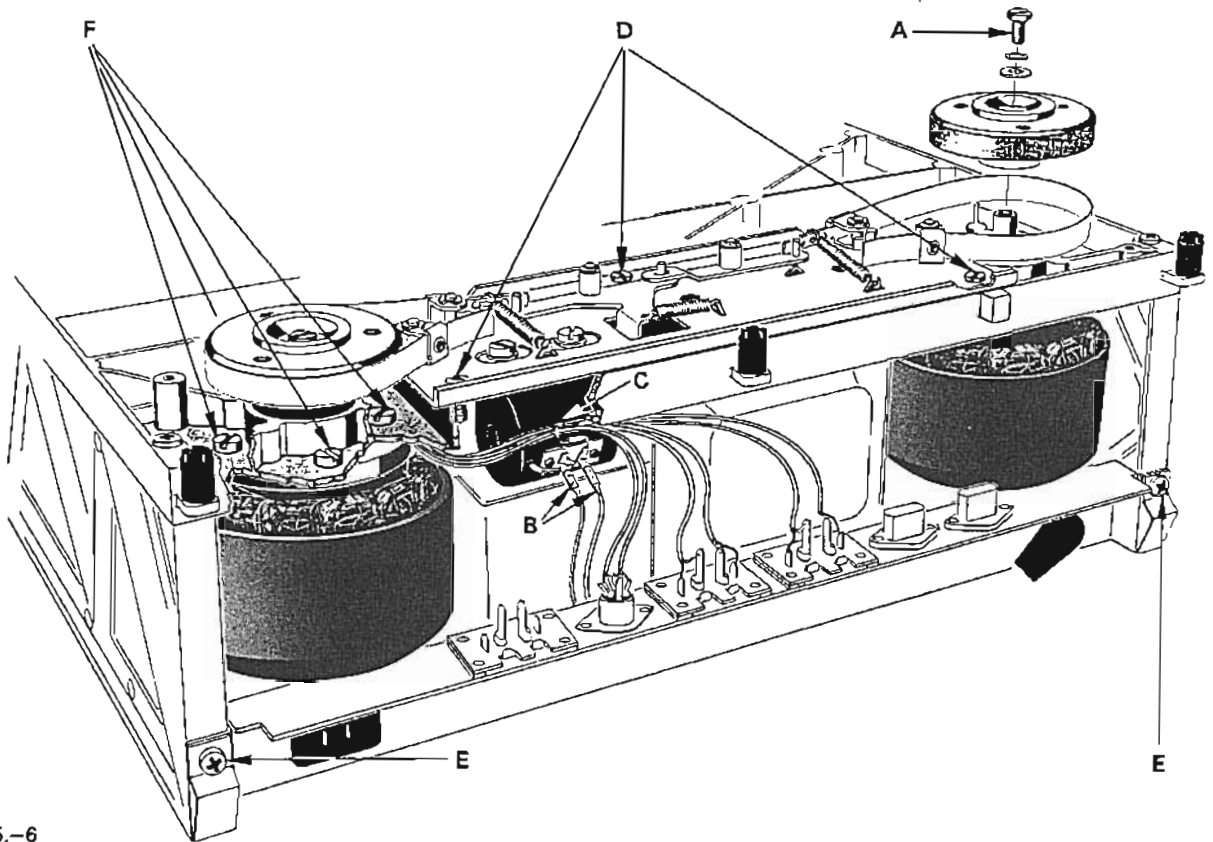

Bild 3.5.-6
- Bremsstrommeln, zentrale Schrauben A (Bild 3.5.-6) lösen, Bremsen lüften und Trommeln vorsichtig nach oben abheben.
- Anschlüsse B (Bild 3.5.-6) des Bremsmagneten ablöten (lösen). Kabelbund (abgeschirmte Kabel) Befestigung C (Bild 3.5.-6) auftrennen.
- 3 Schrauben D (Bild 3.5.-6) des Bremsaggregates lösen und das Chassis vorsichtig abheben.
- Schrauben E (Bild 3.5.-6) des Anschlussträgers lösen.
- je 4 Schrauben F (Bild 3.5.-6) der Wickelmotoren lösen und die Motoren vorsichtig nach unten ausfahren.
- Bremsmagnet, Kabelanschlüsse lösen (ablöten) (s. Bild 3.5.-6, B)